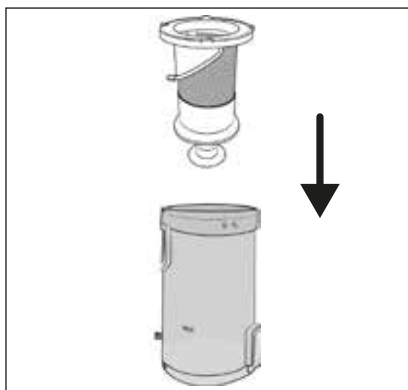

Fig. 21
- 6) Insérez le filtre en acier inoxydable ⑤ dans le bac à poussière ⑥ et poussez-le jusqu'en bas (voir fig. 21). Notez que le filtre en acier inoxydable ⑤ est doté de dispositifs d'arrêt de différentes tailles. Le filtre en acier inoxydable ⑤ ne s'insère dans le bac à poussière ⑥ que dans une seule position du fait de ces dispositifs d'arrêt.